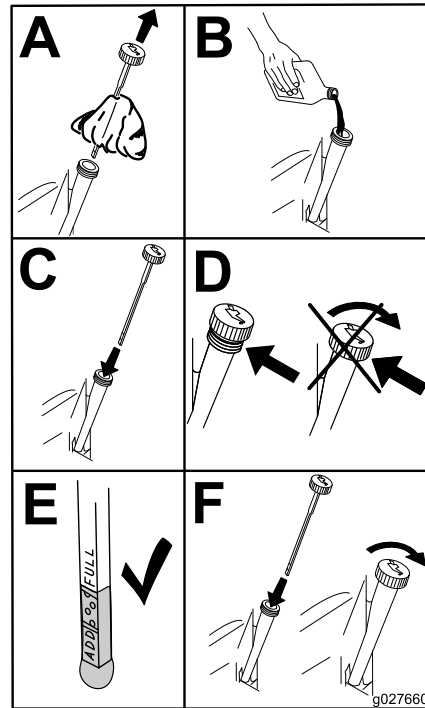

Figura 41
5. Vierta lentamente un 80% aproximadamente del aceite especificado por el tubo de llenado, luego añada lentamente el resto del aceite hasta que llegue a la marca de **Lleno** (Figura 41).